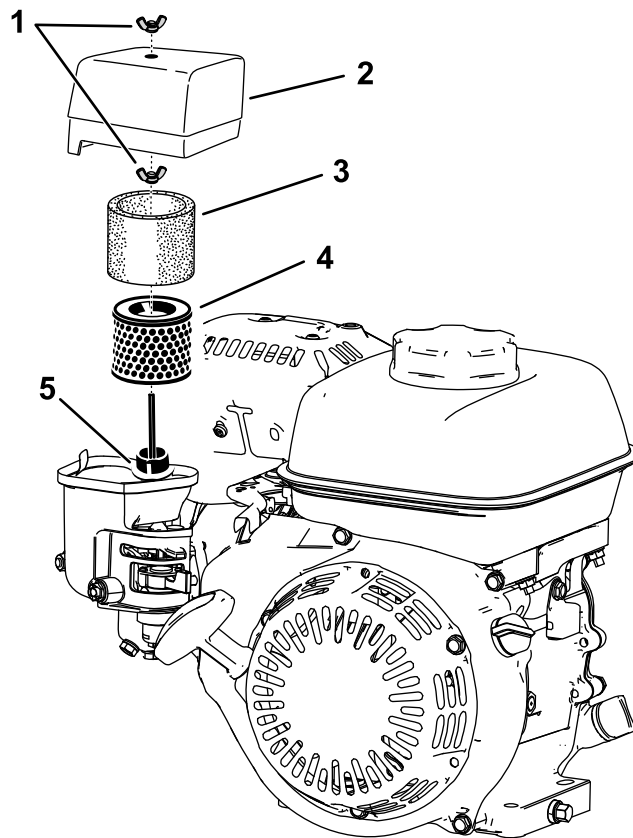

Figura 27
- Rimuovete il dado ad alette che assicura la protezione del filtro dell'aria (Figura 27).